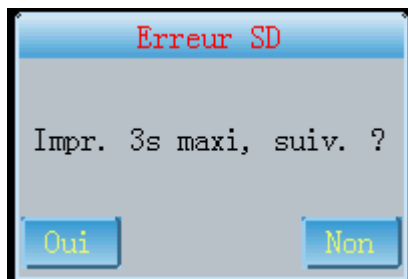

Fig. 13-11-4
(4) Si la mémoire est insuffisante pour stocker l'enregistrement sur la carte micro SD, le message illustré à la Figure 13-11-4 s'affiche.